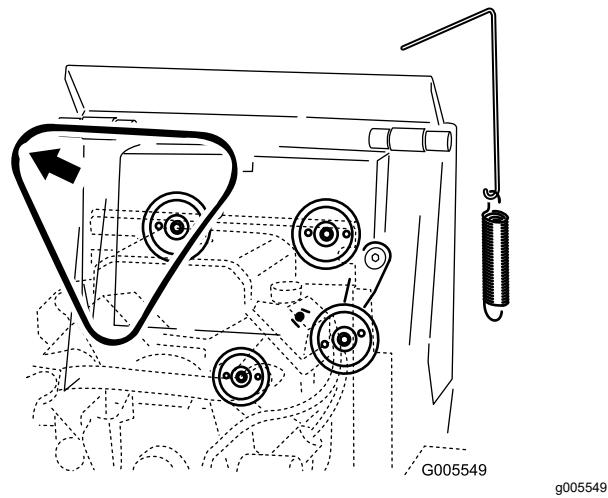

Bild 54
6. Nehmen Sie den Riemen von den drei Riemenscheiben ab (Bild 54).